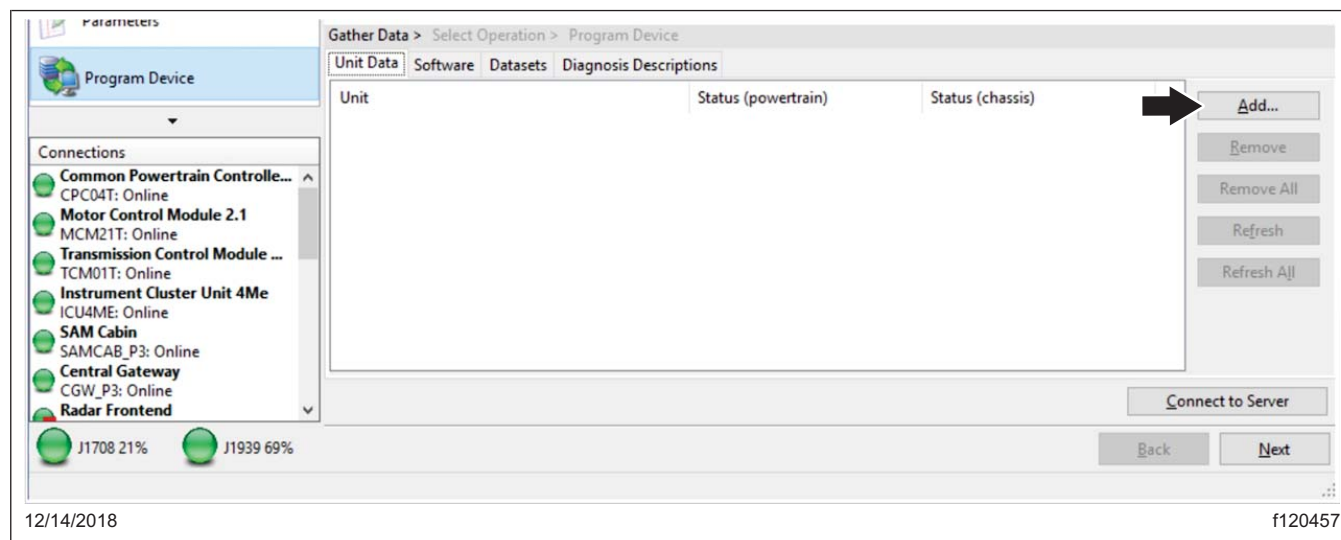

Fig. 6, Ajout du NIV aux données du serveur à jour téléchargées
- Cliquez sur « Add » (Ajouter) pour ajouter une demande de téléchargement pour le véhicule. Reportez-vous à la figure 6.